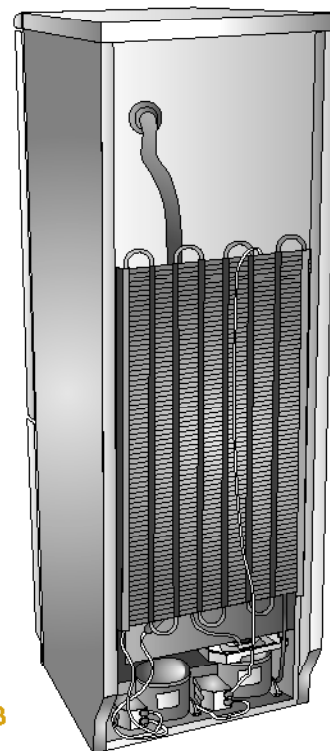

Fig. 3
- 3 Lasciare una distanza di almeno 5 cm. fra la parete superiore dell'apparecchio ed eventuali pensili. Se l'apparecchio è munito di distanzieri montarli sulla parte superiore del condensatore posto nella parete posteriore (Fig. 3).
- 3 Allow for at least 5 cm of space between the upper wall of the appliance and any hanging cupboards. If the appliance is equipped with spacers, mount them on the upper section of the condenser located on the rear wall (Fig. 3).
- 3 Между верхом прибора и подвесной полкой следует оставить расстояние не менее 5 см. Если прибор оснащен распорками, установите их в верхней части конденсатора, находящегося со стороны задней стенки прибора (Рис. 3).
- 3 Jeżeli zamrażarka zostanie zainstalowana w mebluściance, należy zostawić przynajmniej 5 cm odstępów od jej górnego blatu. Jeśli urządzenie jest zaopatrzone w podkładki dystansowe to należy je zamontować na górnej części skraplacza zamocowanego na tylnej ścianie (rys. 3).
- 3 Між верхньою частиною обладнання і можливими полицями потрібно залишати принаймні 5 см вільного простору. Якщо обладнання оснащено дистанційними деталями, змонтувати їх на верхній частині конденсатора, що на задній стінці обладнання (рис. 3).